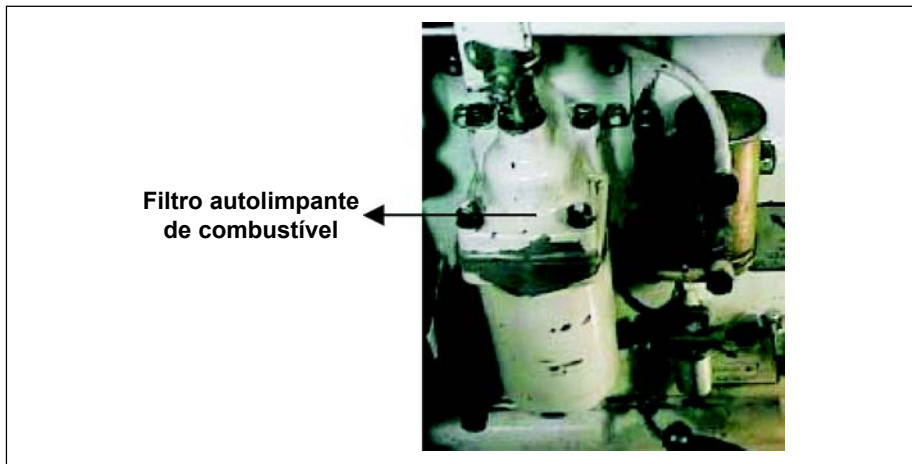

Fig 11-5. Filtro autolimpante de combustível
**e. Girar 3 (três) voltas completas o filtro autolimpante de combustível.** (Fig 11-5)